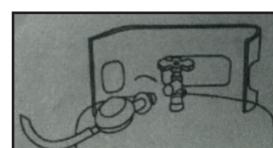

Fig. 2
2. Tournez le détendeur de pression pour le raccorder au robinet d'angle de la bouteille de gaz. (Fig. 2)